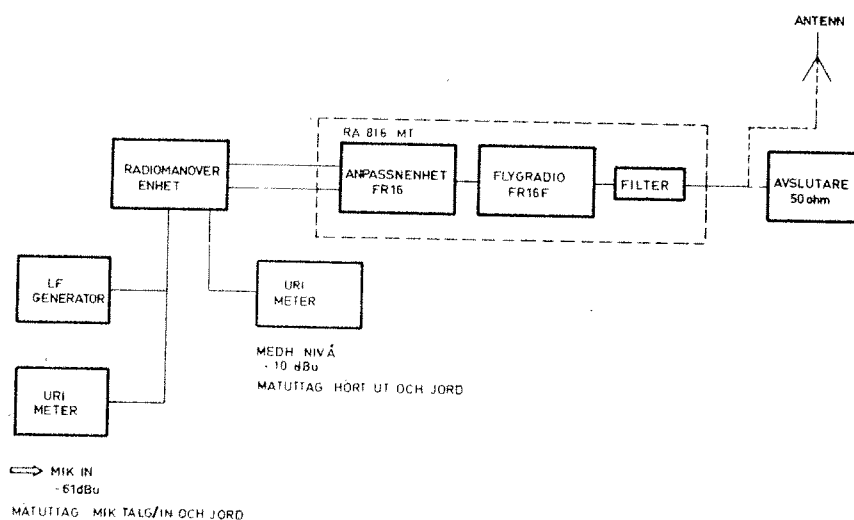

Bild 9
- Anslut LF-generatorn och URI-metern till mätuttagen **MIK TALG/IN** och **JORD** se bild 9.